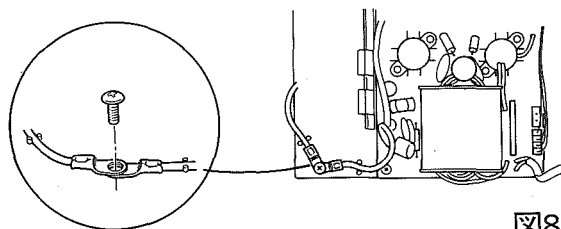

図8
14. 100Wファイナルユニットからでてくるラグ付きの配線(黒色)を、放熱器のねじを外して共締めします。配線は、放熱器の突起に挟むようにして固定します。(図8)